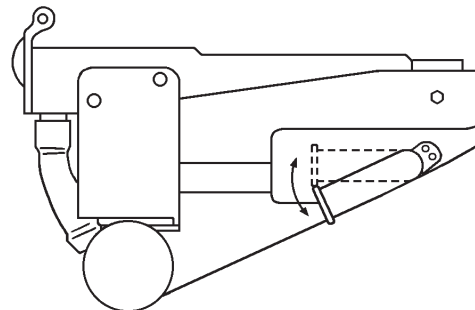

Abb. 1
- 4) Das Ablaufrohr des Wassertanks in die Ablaufposition bringen. Siehe Abb. 1.
- 6) Die Schraube entfernen und das Tankablaufrohr in die Ablaufposition stellen. Siehe Abb. 1.